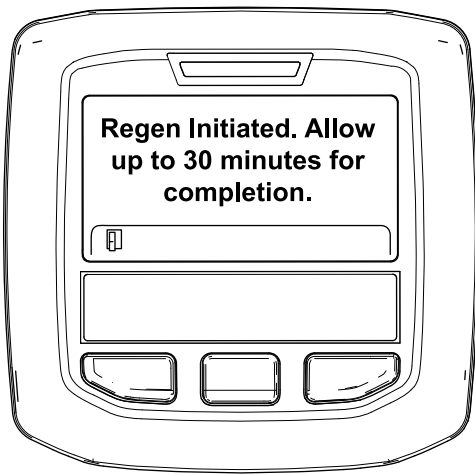

Figure 40
- Si la régénération est permise, le message "Regen Initiated. Allow up to 30 minutes for completion" (Régénération lancée. Attendre jusqu'à 30 minutes qu'elle se termine) s'affiche sur l'InfoCenter; attendez que la machine achève le processus de régénération stationnaire (Figure 40).